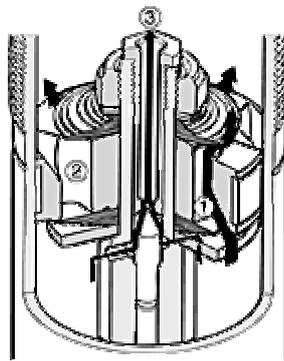

Figura 18. Flujo de aceite a través del pistón durante la carrera de extensión
- **Carrera de extensión (Figura 18):** Al tirar del vástago hacia fuera el aceite que queda por encima del pistón se comprime y pasa a través de las válvulas que hay en él. La resistencia que el aceite encuentra en dichas válvulas es la fuerza de amortiguamiento de extensión. Por la disminución de presión en la cámara, el pistón flotante vuelve hacia arriba recobrando su posición original para compensar el volumen liberado por el vástago.